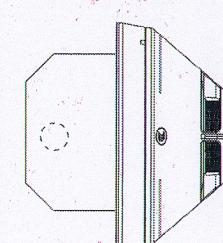

图 1: 探测器、底座与预埋盒配合示意图
探测器必须按照所规定的底座 (B200) 进行安装及接线, 预埋孔距为 50mm 或 60mm (见图 1)。
- 顺时针方向旋转探测器直至将其锁紧 (见图 1所示)。
- 继续顺时针方向旋转探测器直至锁定就位。(一定要安装到位, 则探测器与底座边缘缺口相对, 见图1所示)。